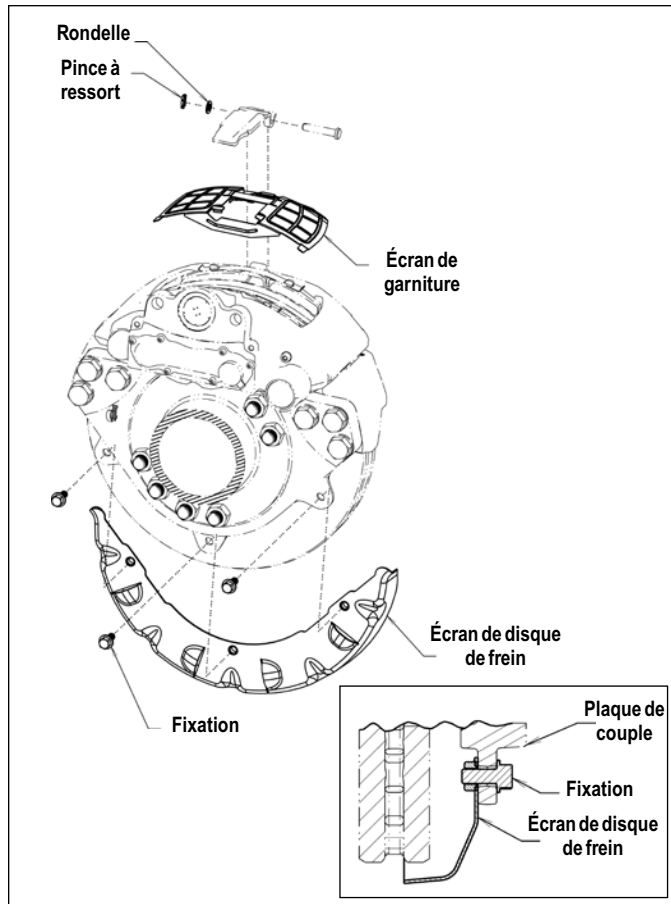

FIGURE 31 - VUE EXPLOSÉE DE L'ESSIEU DIRECTEUR OU DE L'ESSIEU MOTEUR AVEC MÉDAILLON MONTRANT L'INSTALLATION DE L'ÉCRAN DU DISQUE DE FREIN
5.1.2 Déposer et jeter la pince à ressort et la rondelle de la tige de retenue de garniture. Déposer et conserver la barre de retenue et la tige de retenue. Placer l'écran de garniture comme il est illustré et réinsérer la barre de retenue. Installer la tige de retenue. Utiliser la pince à ressort et la rondelle fournies pour fixer la tige de retenue. Vérifier que l'écran de garniture est fixé solidement en place par la barre de retenue. Cf. Figures 31 ou 32.
5.1.3 Écrans de disque de frein sur essieu moteur ou essieu directeur (Cf. Figure 31). Placer l'écran de disque de frein entre la plaque de couple et le disque de frein. Les vis d'assemblage fournies doivent être insérées dans les onglets de montage de la plaque de couple et dans l'écran. Visser les vis d'assemblage à un couple de 59,65 Nm (44 pi-lb/528 po-lb).